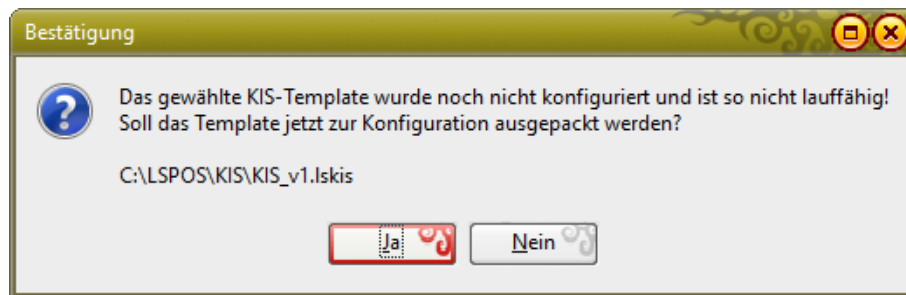

Abbildung 9.6: Meldung beim ersten Start
1. Wechseln Sie in das Programmverzeichnis von LS-POS, und dort dann in das 'KIS'-Verzeichnis ; dort befindet sich eine .lskis-Datei . Wurde KIS bis zu diesem Zeitpunkt noch nie gestartet, wird bei einem Doppelklick auf die .lskis-Datei eine Meldung ausgegeben (Abbildung 9.6).